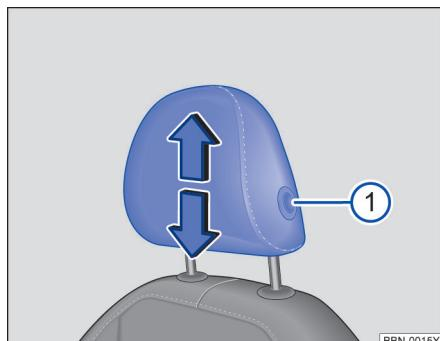

图 62 调整前排头枕
- 按住按钮→图 62①，同时沿箭头方向上推或下压头枕即可将头枕调整至合适高度→▲。